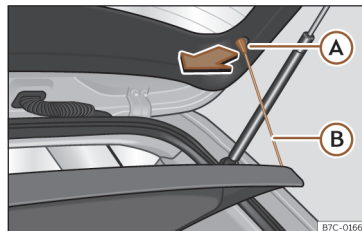

Fig. 183 Na bagageira: desmontar e montar a chapeleira.
- Desengate os tirantes de fixação >>> **Fig. 183** (B) dos alojamentos (A).
- Engate os tirantes de fixação >>> **Fig. 183** (B) na porta da bagageira.